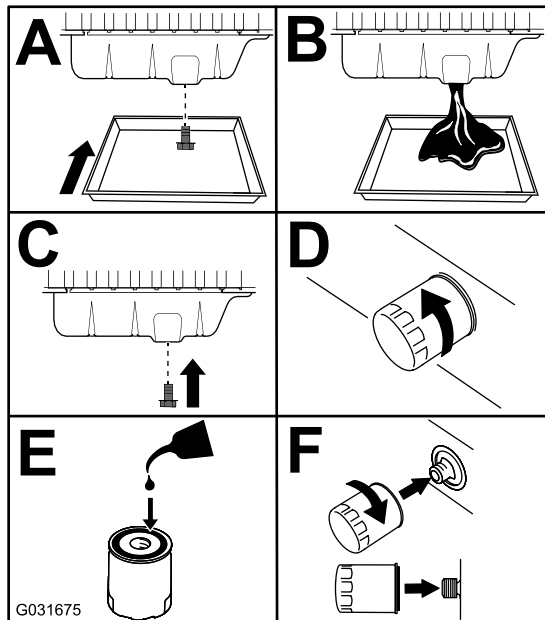

Figura 74
3. Substitua o filtro e o óleo do motor (Figura 74).